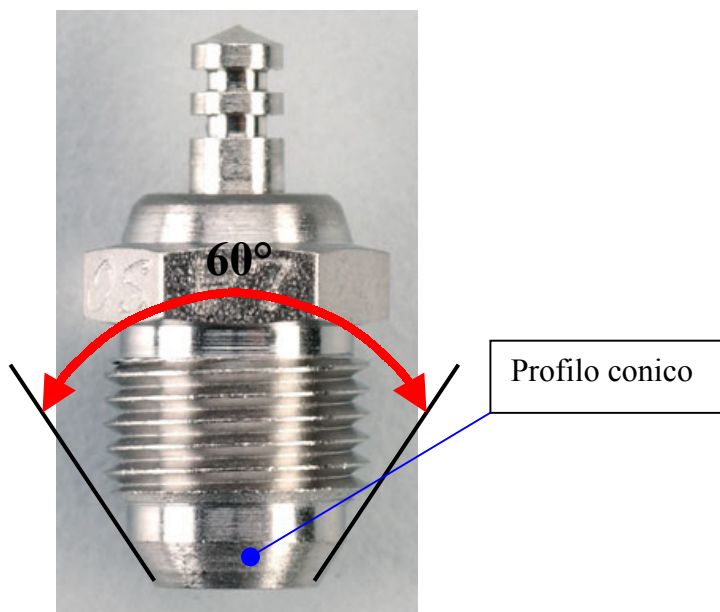

fig. 13
- **Candela Turbo** (fig. 13): quando il bloccaggio e la tenuta ermetica avvengono tramite il serraggio del cono sul sottotesta, vedi figg. 11 e 12. Ovvero in corrispondenza della parte terminale del cilindro della candela (dopo la filettatura) si ha un piccolo profilo conico di 60°. Tale profilo garantisce la tenuta ermetica tra la testa di raffreddamento e il sottotesta ed